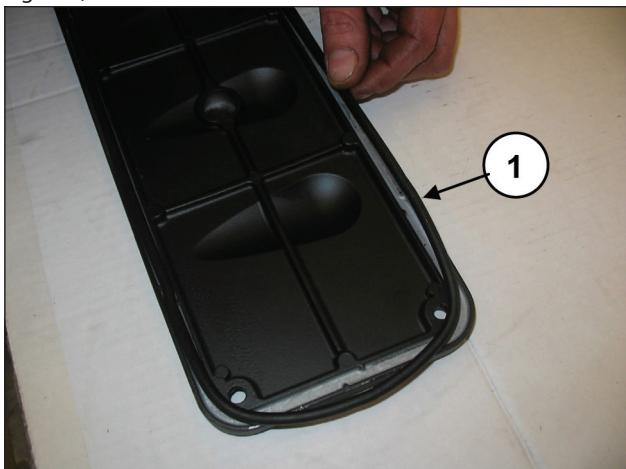
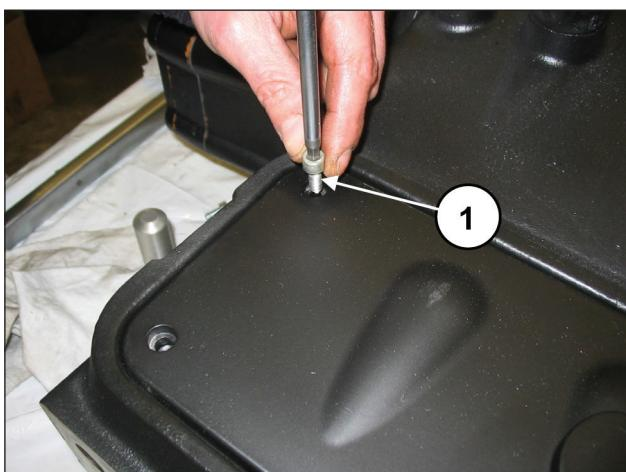

Fig. 190
Fig. 191
Insira o anel circular nas tampas de inspeção (pos. ①, Fig. 190) e monte as tampas usando 4+4 parafusos M6x14 (pos. ①, Fig. 191).